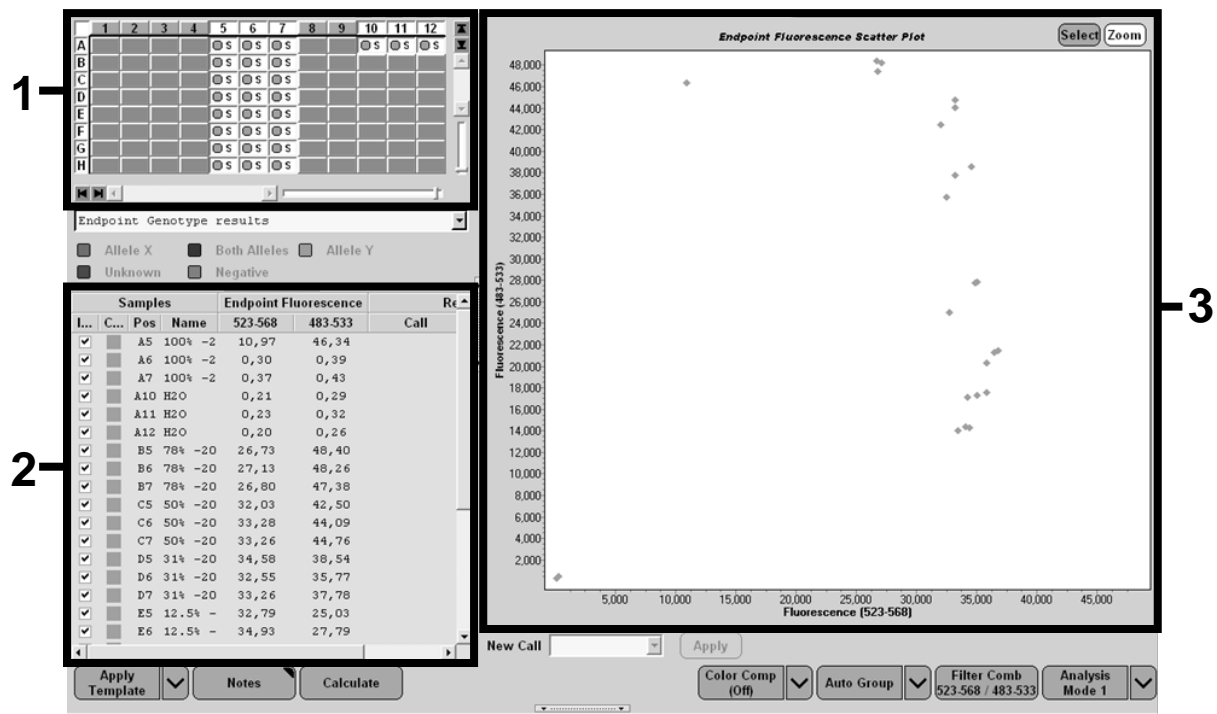

Abbildung 25. Zusammenfassung der Daten.
16. Im nächsten Fenster (siehe Abb. 25) sind das Platten-Set-up (Bereich 1, oben links), die Ergebnisse der Fluoreszenzmessung für jede Probe (Bereich 2, unten links) sowie das Scatterdiagramm mit der Alleldiskriminierung (Bereich 3, rechts; FAM- und VIC-Fluoreszenz beim 50. PCR-Zyklus gemessen) dargestellt.